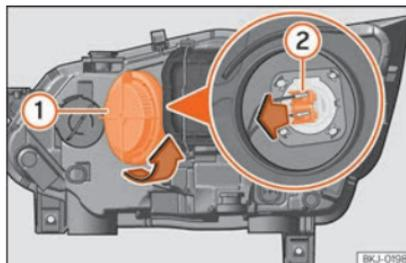

Fig. 52 No compartimento do motor: lâmpada da luz de máximos.
- Rode a tampa ① para a esquerda e retire-a »» Fig. 52.
- Retire o conector da lâmpada ② puxando para fora.
- Coloque o conector da lâmpada ②.
- Coloque a tampa ① rodando para a direita.